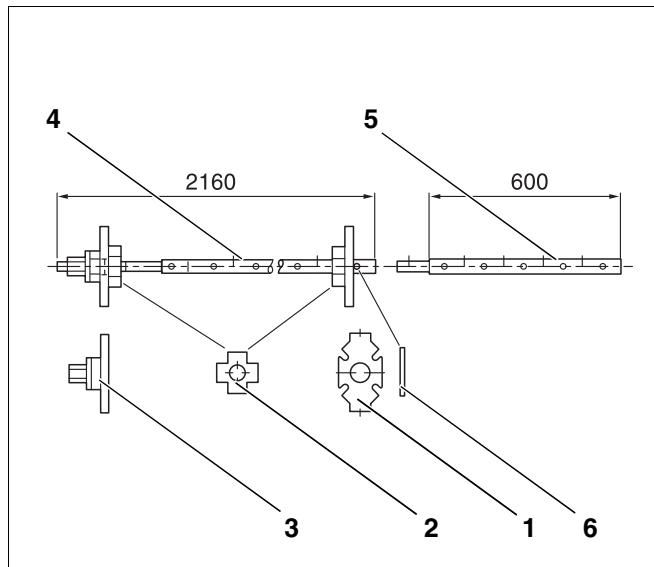
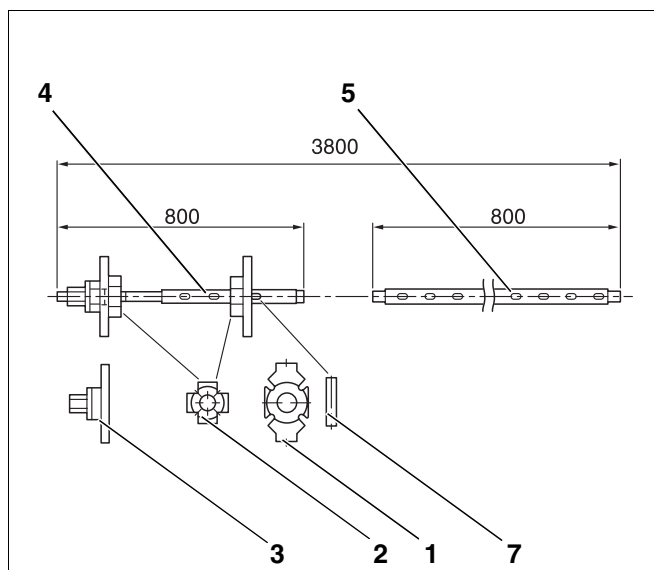

Fig. 1 Kedelsamleværktøj, str. 2.2
Fig. 2 Kedelsamleværktøj, str. 2.3
- Kedelsamleværktøj 2.2 (Fig. 1) eller 2.3 (Fig. 2)
Forklaring til (Fig. 1) og (Fig. 2):